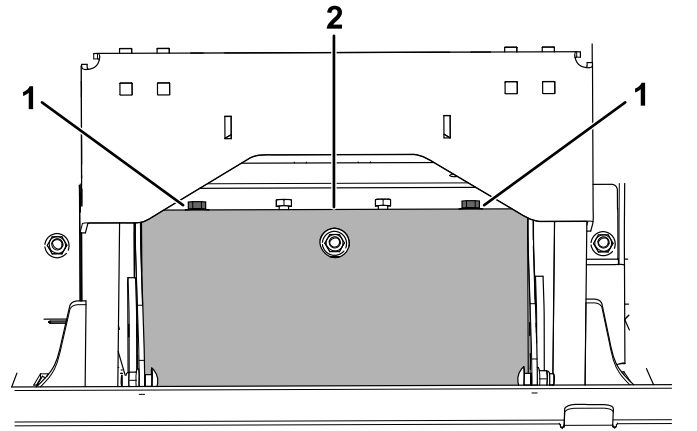

Figure 62
5. Retirez les 2 boulons et les 2 rondelles qui fixent le déflecteur de la courroie d'entraînement de la pompe (Figure 62). Déposez le déflecteur.